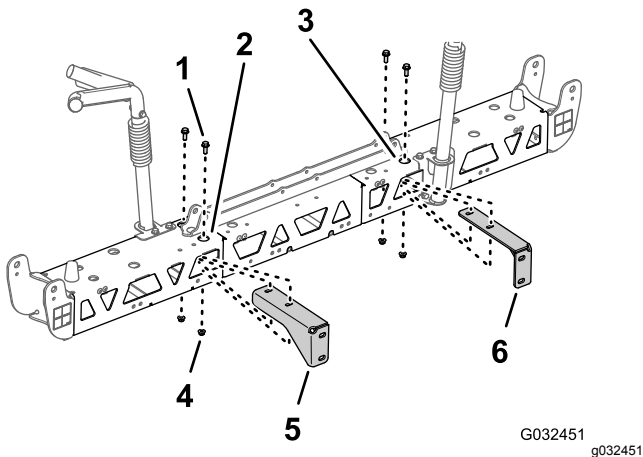

Figure 78
2. Alignez les trous du support droit et les trous du cadre en treillis droit, comme montré à la Figure 78.
3. Montez le support droit sur le cadre en treillis droit (Figure 78) à l'aide des 2 boulons à embase (3/8 x 1") et des 2 contre-écrous à embase (3/8") que vous avez retirés aux opérations 2 et 3 de
4. Répétez les opérations 2 et 3 pour le support gauche sur le cadre en treillis gauche (Figure 78).